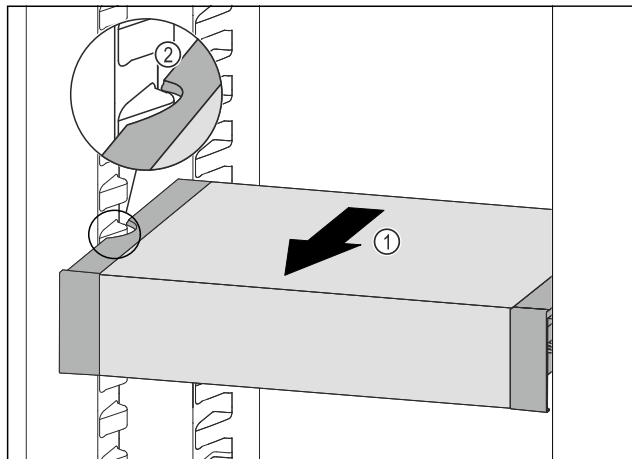

Fig. 132
- ▶ Ladicu VarioSafe vucite prema naprijed Fig. 132 (1) sve dok se bočni otvori ladice VarioSafe ne nađu na visini žlijeba spremnika u hladnjaku. Fig. 132 (2)